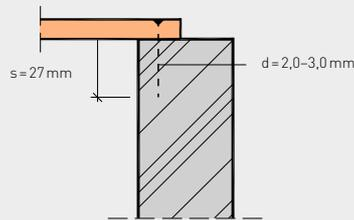

Bild 2: Sondernägel
- mit profilierter Schaftausbildung, mindestens Tragfähigkeitsklasse II, Nenndurchmesser  $d_n = 2,0$  bis  $3,0$  mm, Mindesteinschlagtiefe  $s = 27$  mm (siehe Bild 2)